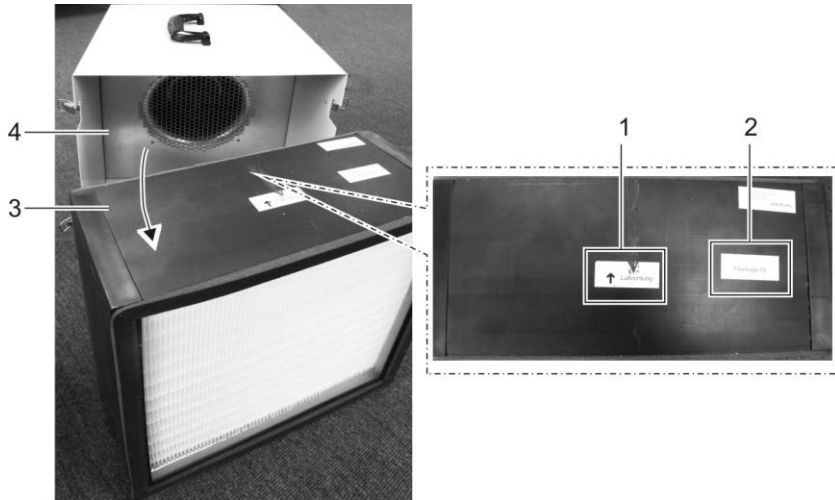

Abb. 4: Hauptfilter wechseln
7. Hauptfilter (Abb. 4, Pos. 3) aus dem Gerät (Abb. 4, Pos. 4) ziehen.
9. Sichtkontrolle: Hauptfilter aus Verschmutzung prüfen. Bei Bedarf einen neuen Filter der gleichen Filterklasse (Abb. 4, Pos. 2) in das Gerät schieben. Dabei auf die Luftrichtung (Abb. 4, Pos. 1) achten.